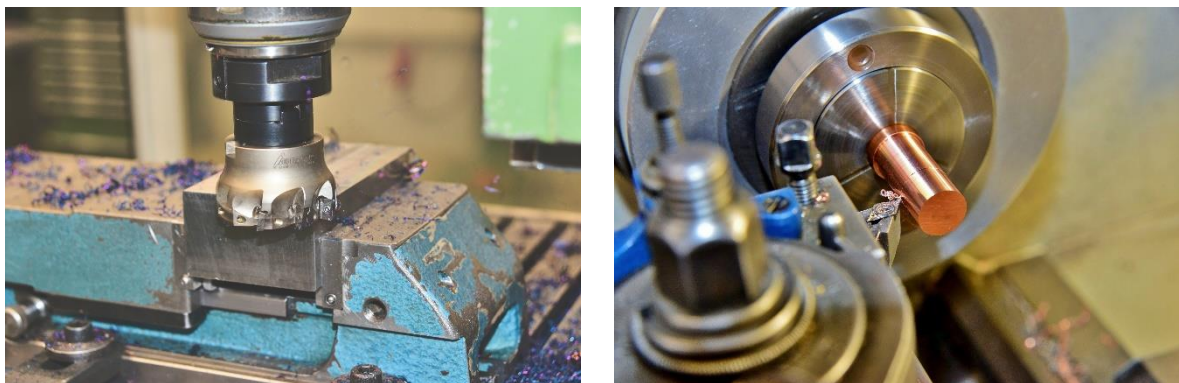

Figure 4 : Fraisage (gauche) et tournage (droite)
- Il y a le tournage qui correspond à une rotation de la pièce et à un outil fixe. Cette méthode est à privilégier pour les pièces de révolution. Voir figure 4.
- Le fraisage où l'outil est en rotation et la pièce est fixe. Cette méthode est à privilégier pour les pièces prismatiques. La machine utilisée est une fraiseuse. Voir figure 4.